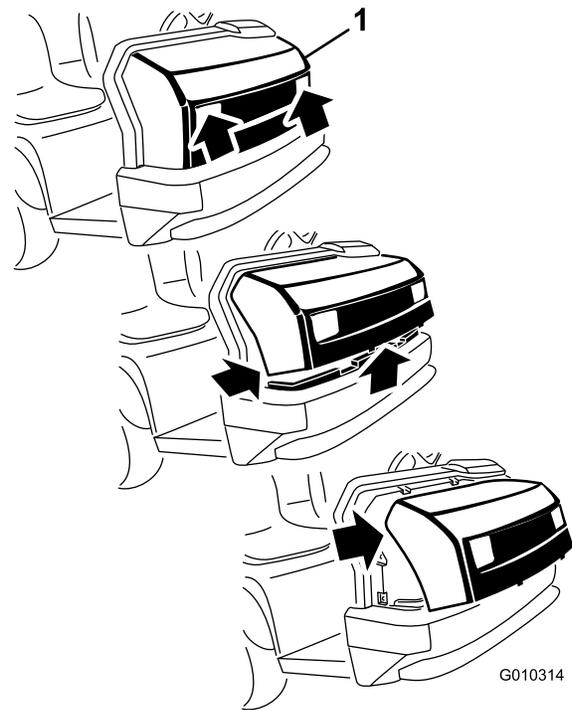

Bild 10
1. Fassen Sie die Motorhaube in den Scheinwerferöffnungen an und heben sie an, um die unteren Befestigungslaschen aus den Rahmenschlitz zu heben (Bild 10).
2. Drehen Sie die Unterseite der Motorhaube nach oben, bis Sie die oberen Befestigungslaschen aus den Rahmenschlitz ziehen können (Bild 10).
3. Drehen Sie die Oberseite der Motorhaube nach vorne und ziehen Sie die Kabelanschlüsse von den Scheinwerfern ab (Bild 10).